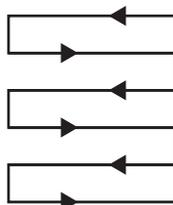

Fig. 15
1. Verifică dacă tamburul scarificatorului (20) și colectorul de iarbă (17) sunt asamblate corect.
7. Scarifică în rânduri care se suprapun puțin. Tiparul cel mai eficient pentru scarificarea gazonului este cel în linii drepte de-a lungul unei laturi. Astfel, rândurile rămân egale și gazonul este scarificat fără a omite vreun loc (Fig. 15).